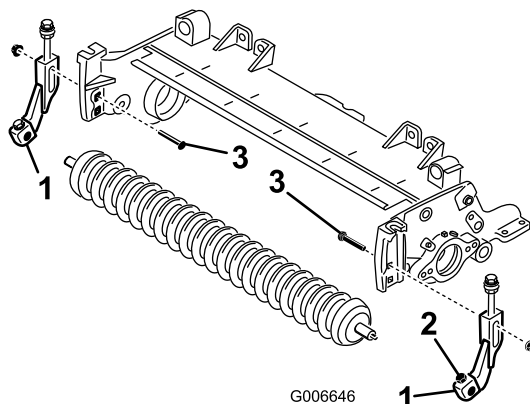

Figura 5
Nota: Coloque los soportes de ajuste de la altura de corte tal y como muestra la Figura 5.
9. Usando el taladro cuadrado superior de cada chapa lateral, monte provisionalmente los soportes de ajuste de la altura de corte en las chapas laterales de la unidad de corte con los pernos de cuello cuadrado que retiró anteriormente y 2 tuercas con arandela prensada nuevas (3/8 pulgada), dispuestos según muestra la Figura 5.
11. Centre el rodillo entre los soportes de ajuste de la altura de corte y sujételo a los soportes con los tornillos de caperuza y las contratuercas (Figura 5).